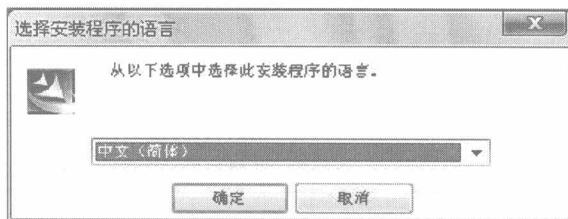

图 1-1 选择安装程序的语言
(1) 启动 Windows98/2000/XP，将 CAXA2007 电子图板的光盘放入光盘驱动器，欢迎画面将自动弹出，点击上面相应的按钮即可运行电子图板安装程序。若欢迎画面没有自动弹出，请您打开【我的电脑】，点中光盘图标，按鼠标右键选择【打开】，在光盘目录中找到 Autorun.exe 文件，并双击运行它即可启动欢迎画面选择阅读安装程序的语言，如图 1-1 所示。根据需要选择相应的语言阅读安装程序，单击【确定】继续安装程序，显示欢迎画面，或单击【取消】退出。